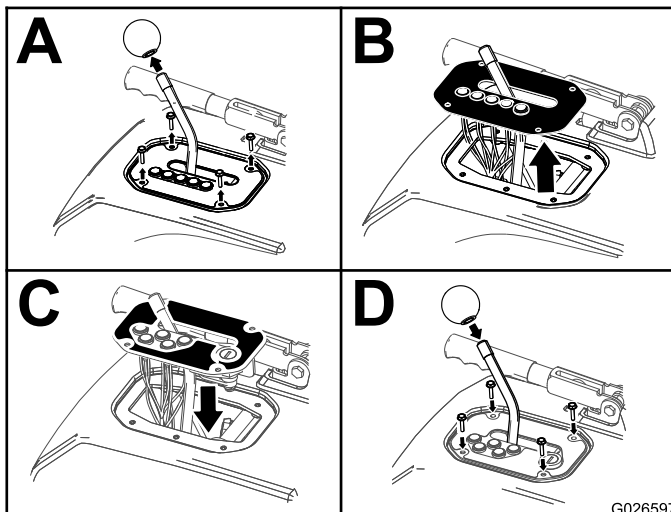

Bild 1
3. Entfernen Sie die vier Schrauben an der Schaltanzeigepatte (Schritt A in Bild 1).
5. Schieben Sie die Schaltanzeigepatte über den Ganghebel (Schritt B in Bild 1).
1. Schieben Sie die neue Schaltanzeigepatte über den Ganghebel (Schritt C in Bild 1).
3. Setzen Sie das Handrad auf den Schalthebel (Schritt D in Bild 1).
4. Befestigen Sie die Schaltanzeigepatte mit den Schrauben (Schritt D in Bild 1).